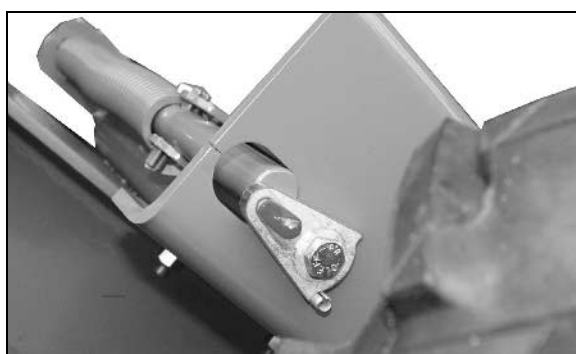

Fig. 23
3. Sicherungshebel entsprechend Fig. 23 verschwenken.